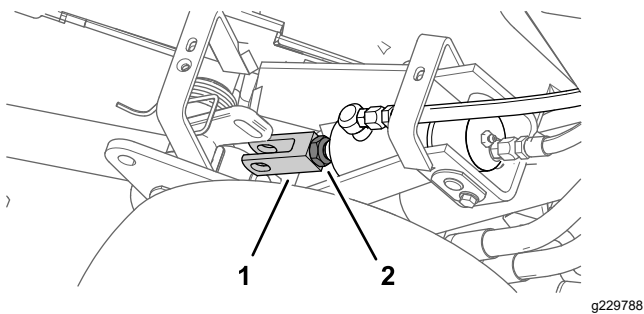

図 53
6. クレビスフィッティングを昇降アームに組み付けてクレビスピンとリテーナピンで固定し、ジャムナットを締め付ける 図 52と図 53。